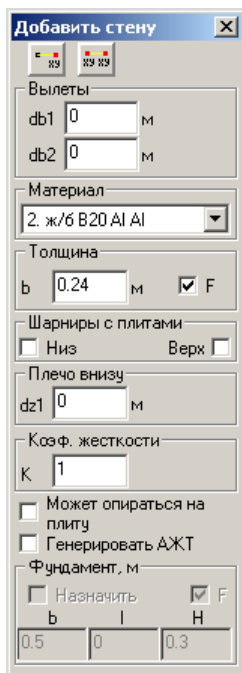

Рис.1.5.1. Окно диалога **Добавить стену**
- В открывшемся окне диалога **Добавить стену** (рис.1.5.1) задайте следующие параметры: